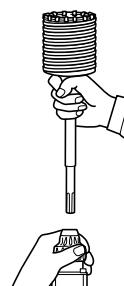

Fig. 14
- (2) Monter la queue de couronne sur le marteau rotatif à percussion. (Fig. 14)